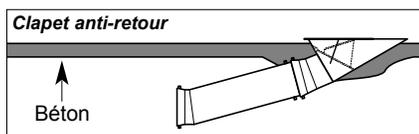

fig. 6
- Le clapet anti-retour 16" — voir fig. 6 et page 20.